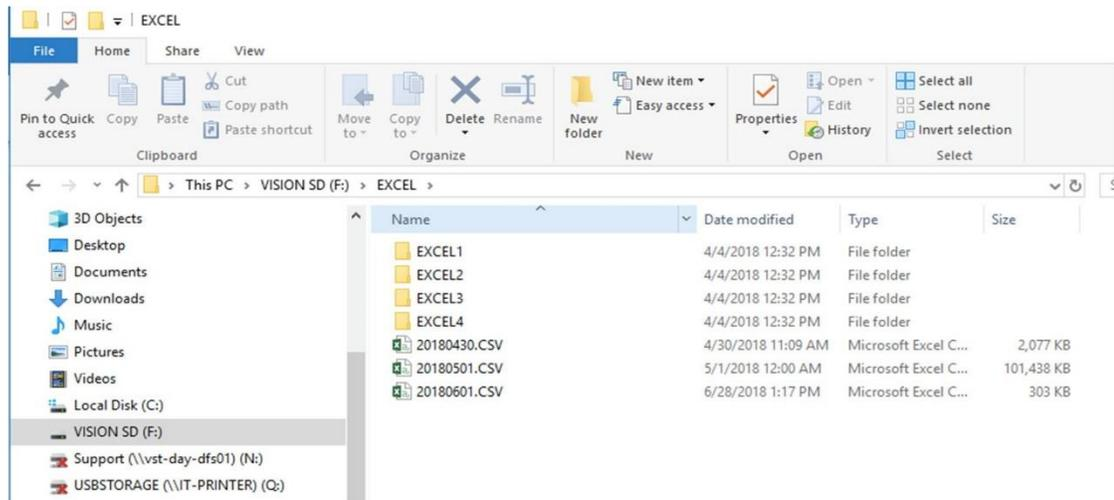

Figura 5-11: Estructura de archivos del dispositivo de almacenamiento de respaldo
5. Ubique los archivos que le interesa ver buscando en todos los directorios de Excel. Hay un archivo para cada mes. Los primeros 64 archivos mensuales se almacenan en el directorio principal de Excel, después, los siguientes 64 archivos del mismo tipo se encuentran en subdirectorios Excel\Excel 1, y así, sucesivamente hasta que los directorios de Excel están llenos con un total de 320 archivos de mes. **Vea la Figura 5-11.**